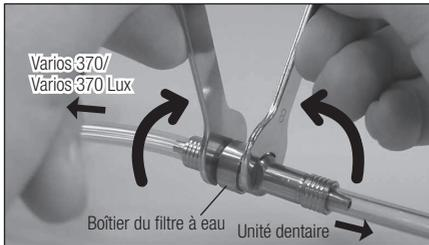

Fig. 22
- 2) Montez deux clés pour écrou (5x8) et tournez-les tel qu'indiqué sur la figure 22.